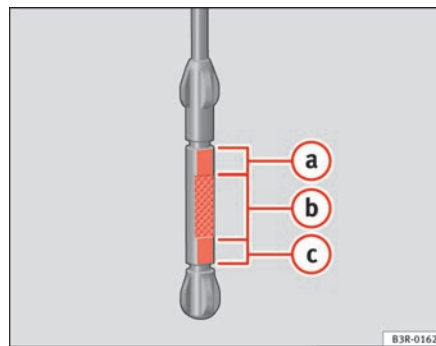

Fig. 165 Settori contrassegnati sull'astina di controllo olio
- In seguito, estrarla di nuovo e controllare il livello dell'olio ⇒ fig. 165. Se necessario, aggiungere olio ⇒ pag. 225.